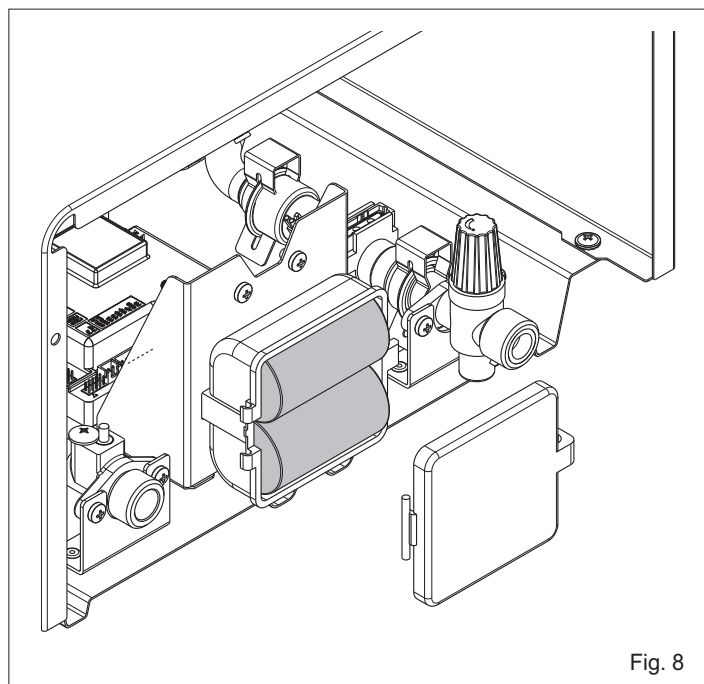

Fig. 8
- estrarre le batterie dall'apposito contenitore (Fig. 8)